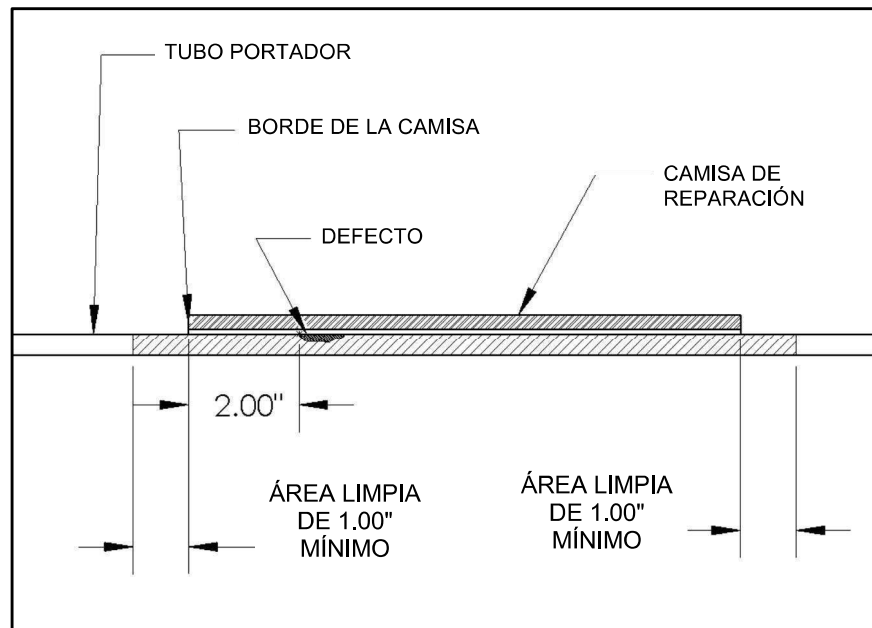
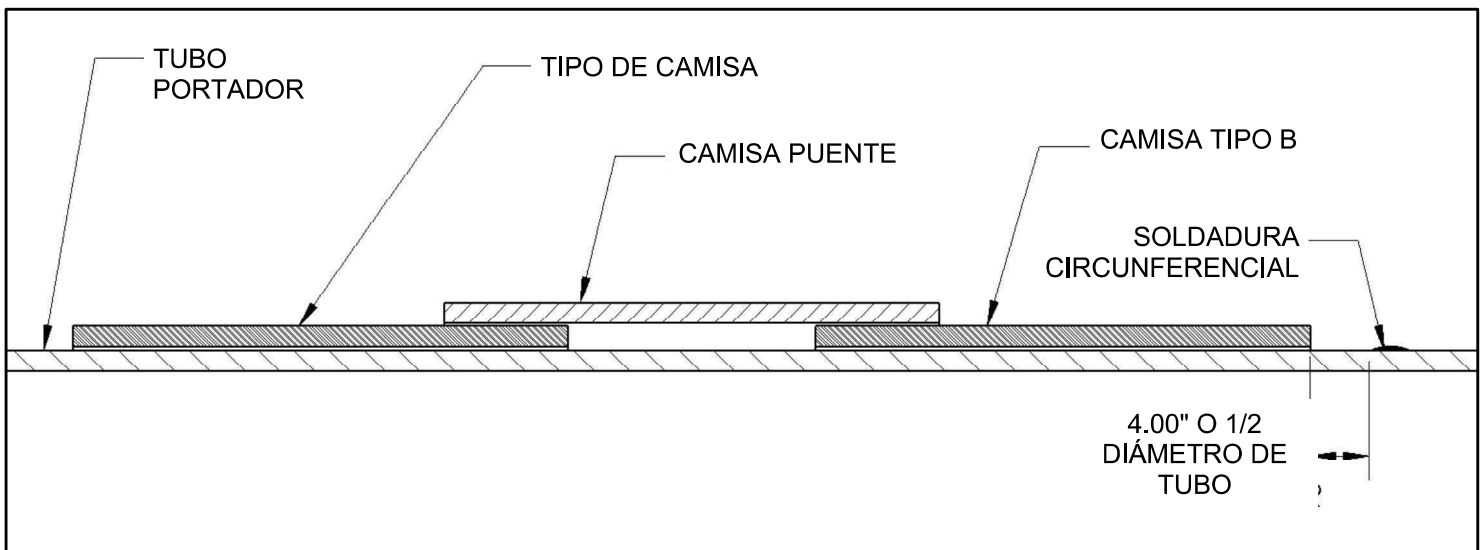

Figura 3
Figura 9
1. Identifique y dimensione la ubicación de la posición de la camisa de refuerzo "Sole+Mate" en el tubo portador. Los extremos de la camisa se deben extender por lo menos 2" (50 mm) más allá del borde del defecto, tal como se muestra en la Figura 3. Cuando se utilicen múltiples camisas Tipo B, el extremo de una camisa de Tipo B no debe terminar a menos de la mitad de un diámetro del tubo, o a 4" pulgadas (102 mm) de una soldadura circunferencial, lo que sea mayor (consulte la Figura 9). La distancia entre dos camisas debe ser de al menos un diámetro del tubo. (Consulte el paso 8 para conocer las opciones para extender la longitud de la cobertura de una sola camisa de refuerzo "Sole+Mates").
b. Las camisas de refuerzo "Sole+Mates" se pueden unir soldando una camisa puente a través de las camisas como se muestra en la Figura 9.